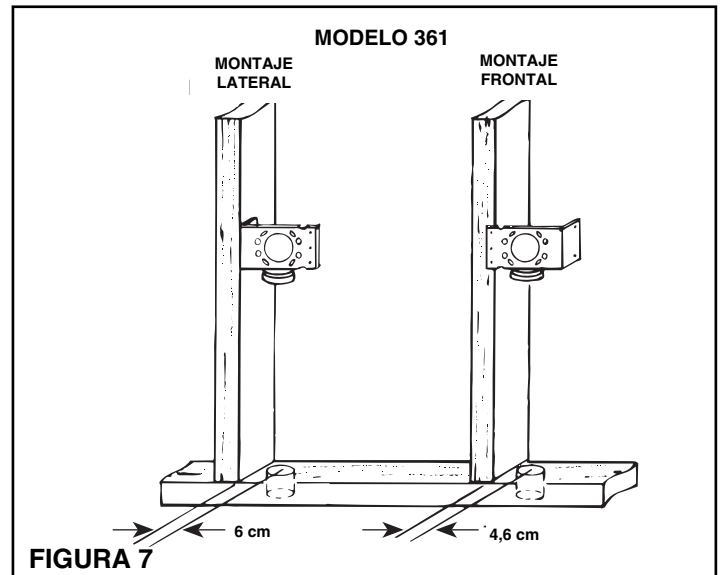

FIGURA 7
3. Véase la Figura 7. Clave el encastramiento al lado del montante para que el borde anterior del encastramiento esté al nivel con el frente del montante. (También se puede clavar el encastramiento al borde anterior del montante. Véase la ilustración del montaje superficial.) Para el montaje superficial, use las aletas localizadoras para asegurar el alineamiento correcto del encastramiento.)